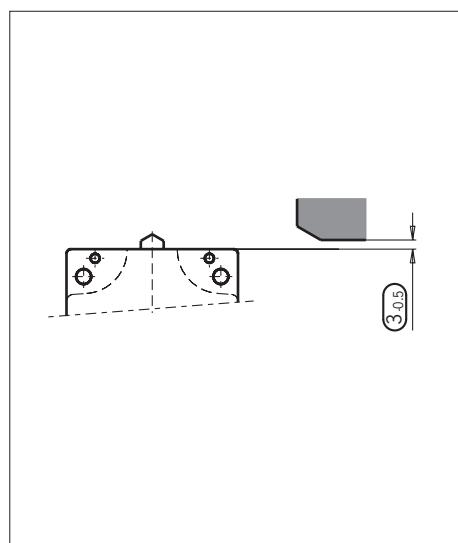

Figure 3: Mounting SN...-508 and SN...-514 for safety circuits
- ▶ Dans des circuits de sécurité, la cote  (distance entre le plan de référence de l'interrupteur et les cames, voir Figure 3) doit être respectée impérativement pour garantir une ouverture sûre des contacts.